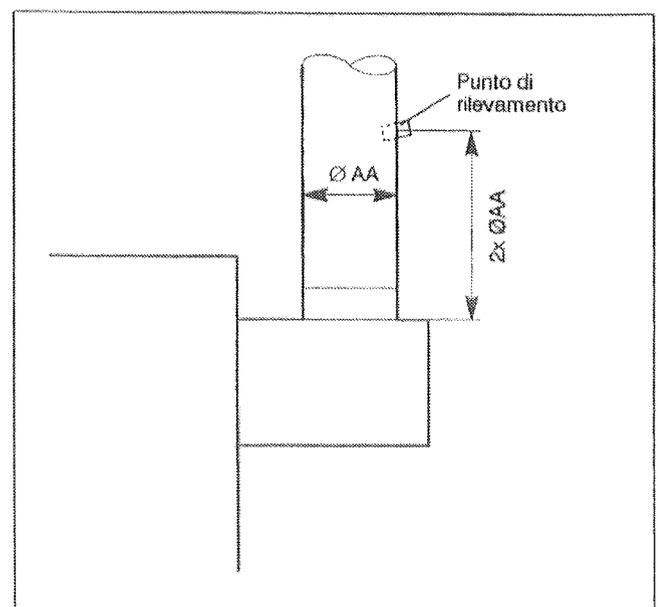

Fig. 30: Punto di rilevamento nel tubo di scarico dei gas combusti
- Praticare un foro nel tubo dei gas combusti, ca. $2 \times \varnothing AA$ a valle della sicurezza antiriflusso sul lato lontano dalla caldaia (Fig. 30).